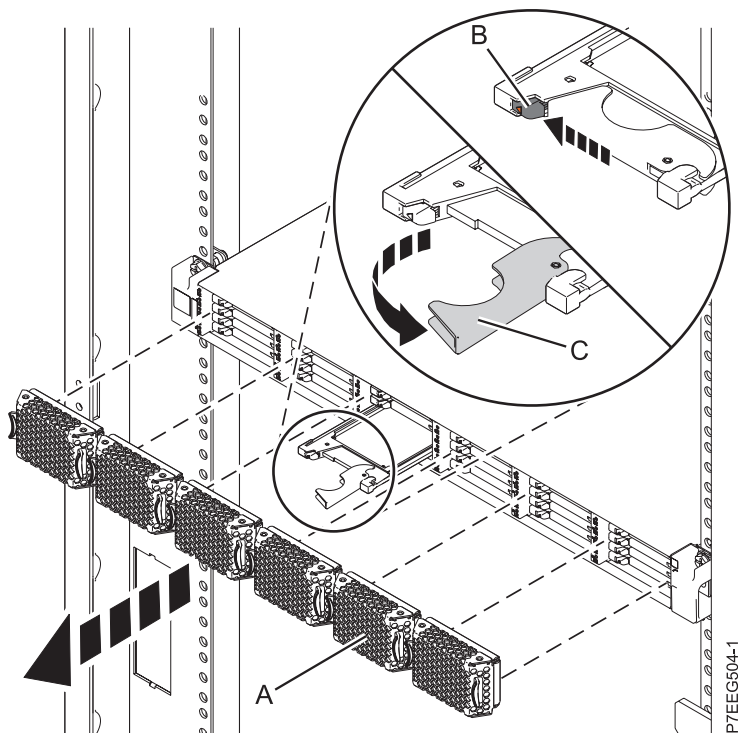

Figura 34. Extracción de la unidad de estado sólido de Alojamiento de almacenamiento PCIe de EDR1
1. Retire la placa frontal (A) que cubre la ranura que contiene la unidad de estado sólido. Consulte Figura 34 en la página 56.
2. Deslice suavemente el pestillo de liberación (B) por encima para desbloquear el asa de la unidad.
3. Agarre el asa (C) y saque parcialmente la unidad de la ranura.